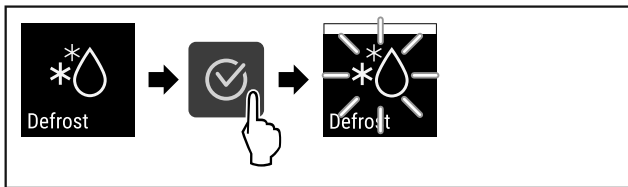

Fig. 86
- ▶ Efectuați pașii de acțiune (vezi Fig. 86) .